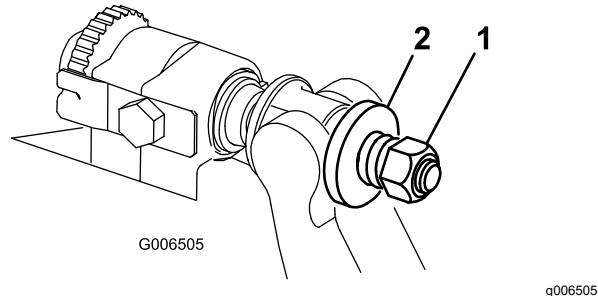

图 33
6. 旋紧弹簧加压螺母直到弹簧完全压紧然后往回松开 1/2 圈 图 33。